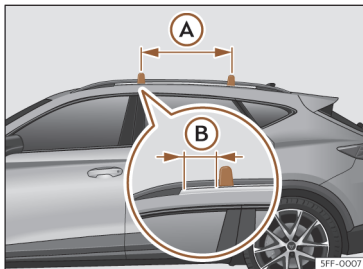

Fig. 185 Pontos de fixação das barras longitudinais para a bagageira do tejadilho.
As barras transversais montam-se nas barras laterais do tejadilho. A distância entre barras transversais >>> **Fig. 185** (A) deverá ser entre 70 e 90 cm e a distância das barras transversais com os suportes das barras laterais do teto (B) deverá ser de 9 cm.